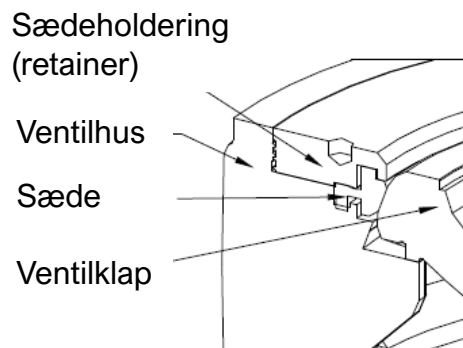

Fig.17
12.1.5 Placér sædeholderingen (seat retainer) i sporet for denne. Såvel sæde, som sædeholdering skal være let flydende i sporet. (Fig 17).